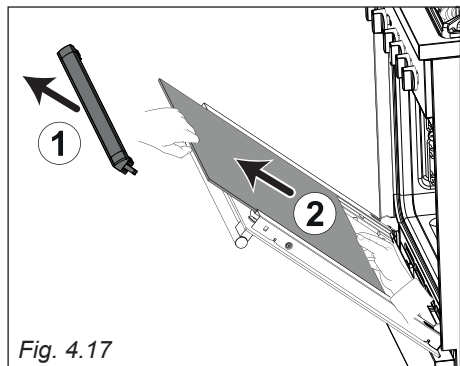
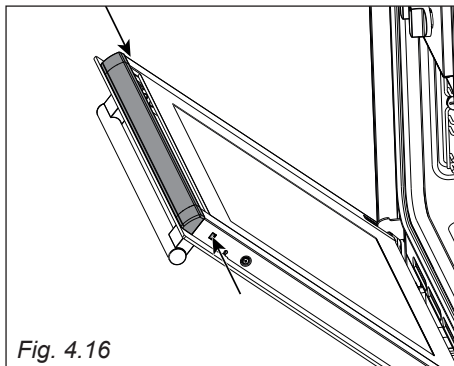

Fig. 4.17
Fig. 4.16
- Premere sulle due alette per sganciare il profilo superiore (frecche di fig. 4.16), quindi rimuoverlo delicatamente (freccia 1 di fig. 4.17).
- Sfilare delicatamente il vetro interno (freccia 2 di fig. 4.17).